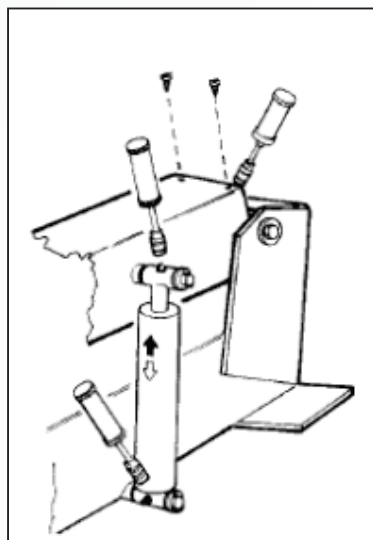

Рисунок 32
2) Время от времени наносить консистентную смазку на подъемный цилиндр кронштейна зажимного устройства и на его поворотный механизм. Наносите смазку через штуцеры (см. рис. 32).